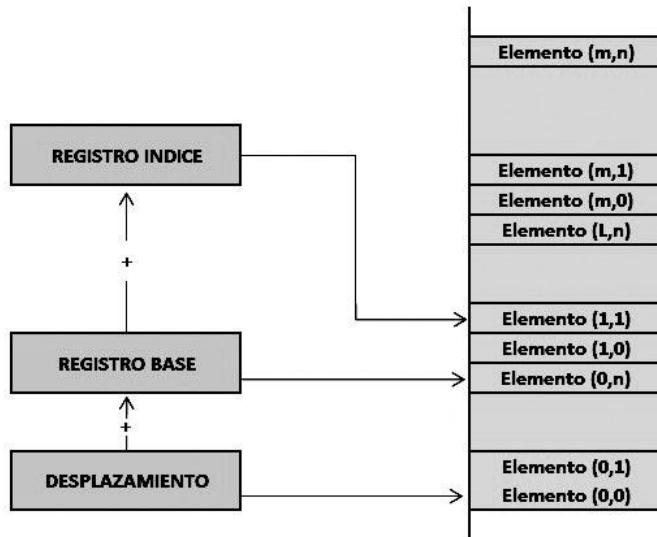

Figura 2.18: Direccionamiento de Base Relativa+ Índice
- Usado para accesar estructuras complejas de datos (Figura 2.18).